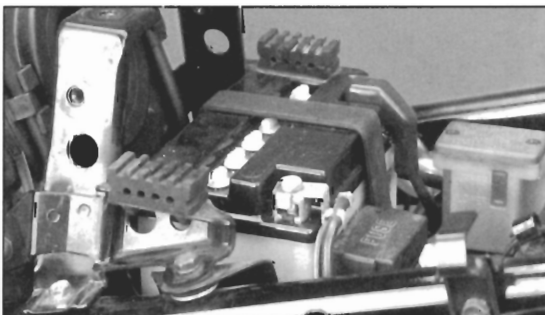

Bild 64
- Batterie (unter Sitzbank; Bild 64) zum Laden ausbauen. Einbaulage der Batterie ab Baujahr 1998, siehe Bild 64a.
Bild 64 a